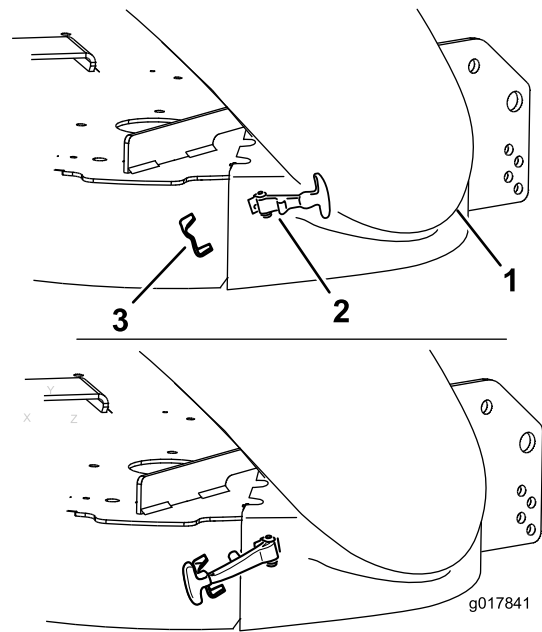

Figura 22
- 5. Enganche el cierre flexible del conducto en el soporte de retención soldado a la carcasa de corte, detrás del orificio (Figura 22).